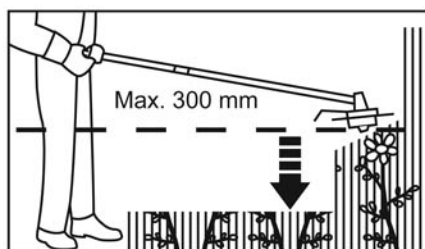

Fig. 24
- > Nu ridicați niciodată capul de tăiere mai sus de nivelul bazinului (Fig. 24); cu cât capul de tăiere este mai sus, cu atât este mai mare riscul proiectării în aer al unui obiecte.